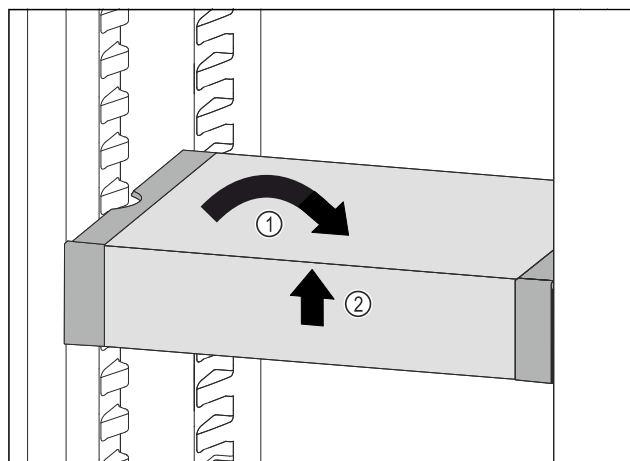

Fig. 105
- ▶ 将 VarioSafe 放平。Fig. 105 (1)
- ▶ 抬起 VarioSafe 前部。Fig. 105 (2)